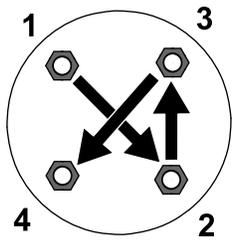

图 70
如图 69和图 70 所示的方式将前轮和后轮仅限 4 轮驱动机器上的车轮螺母上紧至指定扭矩。
- 后轮仅限 4 轮驱动机器 请参阅图 70